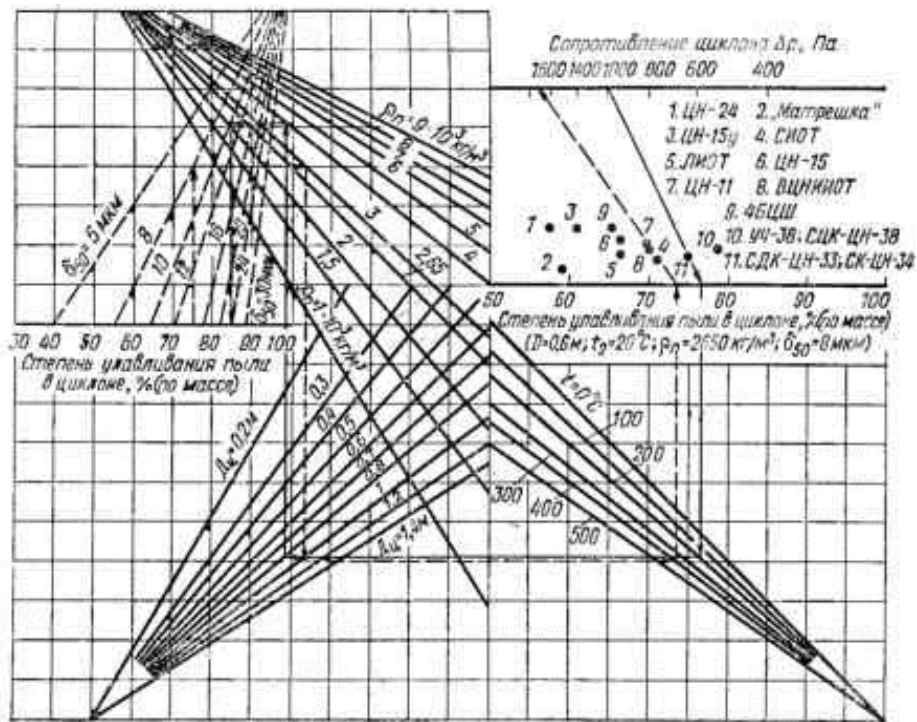

Рис.1. Номограмма для определения эффективности циклона
**Задача 1.** Определить эффективность циклона типа СДК-ЦН-33 (циклон), по номограмме (рис.1), при следующих условиях: гидравлическое сопротивление циклона  $\Delta P$ , Па; средний медианный размер пыли  $d_{50}^T$ , мкм; плотность пыли  $\rho$ , кг/м3; диаметр циклона  $D_{ц}$ , м; температура очищаемого газа  $t$ , °С (числовые данные представлены в табл.1).
**Задача 2.** Определить, каким будет гидравлическое сопротивление циклона, по номограмме (рис.1), при следующих условиях: требуемая эффективность улавливания  $\xi$ , %; средний медианный размер пыли  $d_{50T}$ , мкм; плотность пыли  $\rho$ , кг/м3; диаметр циклона  $D_{ц}$ , м; температура очищаемого газа  $t$ , °C (числовые данные представлены в табл.2).